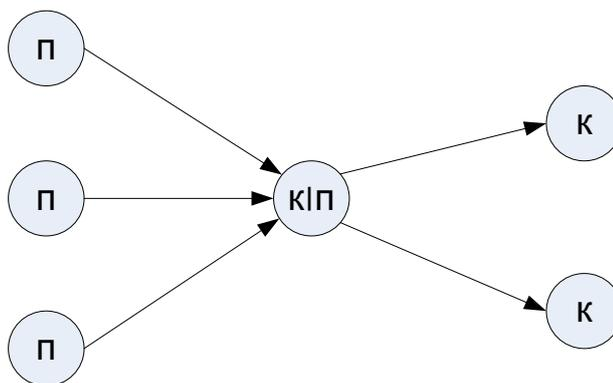

Рис. 1.2. **Послідовність виконання робіт:**
2. Роботи, що виходять з деякої події не можуть початися, поки не будуть завершені всі роботи, що входять в цю подію (рис. 1.2).